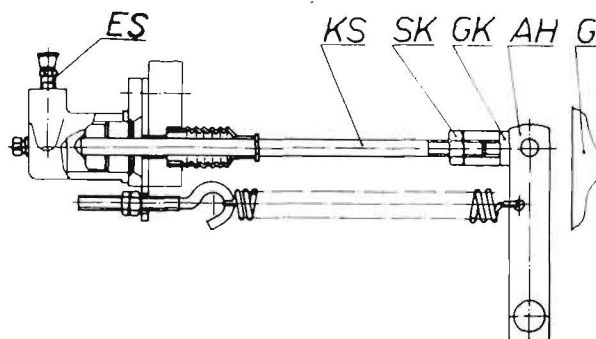

Bild 6/67
Die Einstellung des Kupplungsspiels erfolgt an der Verbindungsstelle Kolbenstange (KS) – Gabelkopf (GK) (zugänglich von der Unterseite des Getriebes). Zunächst wird das Maß für die Stellung des Ausrückhebels (AH) bezüglich der Gehäusewand (G) festgestellt (gemessen am Gabelkopf in Richtung der Kolbenstange). Mit Hilfe eines Maulschlüssels SW 27 wird nun der Ausrückhebel in Richtung Kupplungsgehäusewand gedreht, bis das Ausrücklager an der Tellerfeder anliegt (deutlicher Kraftanstieg). In dieser Stellung ist ebenfalls das Maß zu ermitteln (Bild 6/67).